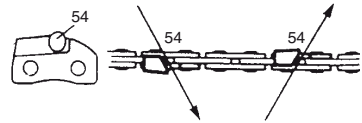

Fig. 45
Lime (54) la cuchilla en un lado de la cadena desde adentro hacia afuera. Lime sólo durante el desplazamiento hacia adelante. (Fig. 45)